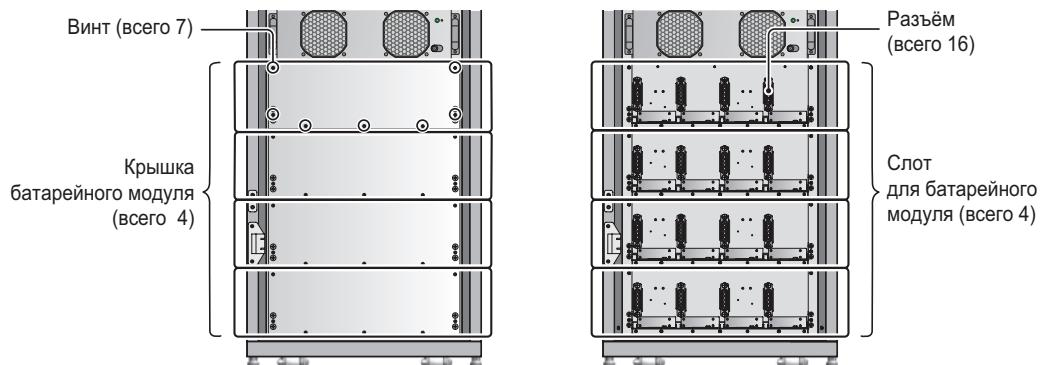
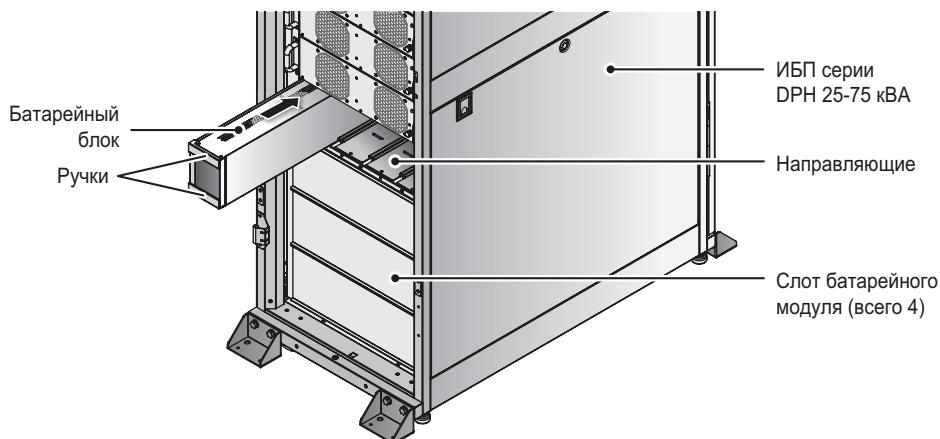

Рис. 5-15. Снятие крышек батарейного модуля
Рис. 5-16. Монтаж батарейного модуля
- 1** Откройте переднюю дверцу и снимите необходимое число крышек, чтобы получить доступ к слотам батарейных модулей (крышки закреплены семью винтами). См. *Рис. 5-15*.
- 2** Возьмите батарейный блок за ручки (см. *Рис. 5-16*), вставьте его в батарейный слот (см. расположение разъёмов на *Рис. 5-15*) и по направляющим вдвиньте внутрь. Убедитесь, что блок надёжно подсоединен к разъёму. Батарейный модуль состоит из четырёх батарейных блоков, каждый из которых необходимо установить в слот батарейного модуля на одном уровне (см. *Рис. 5-15* и *Рис. 5-16*). Число батарейных модулей выбирается исходя из требуемого времени автономной работы.